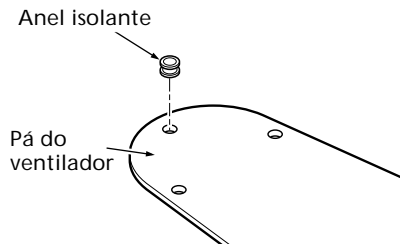

Figura 7a - Inserindo o anel isolante na pá do ventilador
1. Seu ventilador pode ser fornecido com anéis isolantes da pá (Veja Lista de peças). Caso o seu ventilador esteja provido de anéis isolantes da pá, insira-os manualmente nos furos conforme mostrado na Figura 7a.